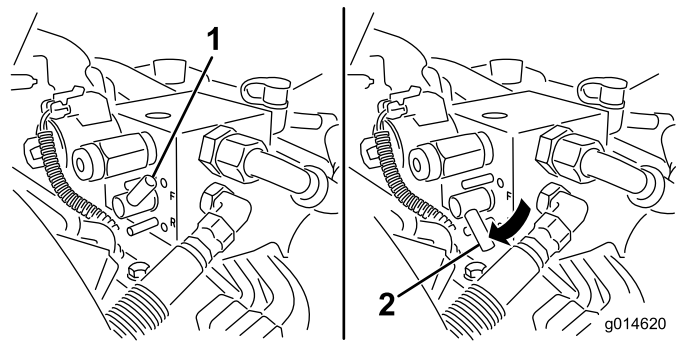

Figura 53
5. Rotiți maneta pentru ascuțire în poziția REVERSE (R – ÎN SPATE) (Figura 53).